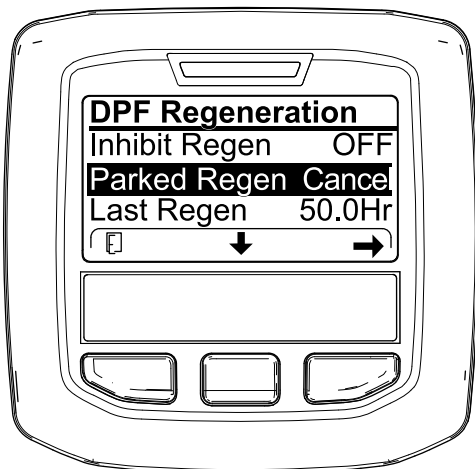
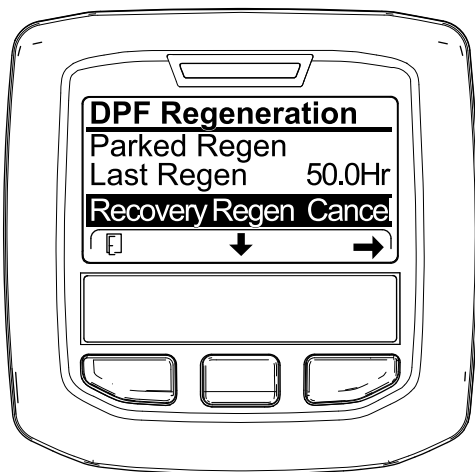

Figura 64
Figura 65
1. Aceda ao menu Regeneração do DPF (Figura 64).
2. Prima o botão central para ir até à opção CANCELAR REGENERAÇÃO EM ESTACIONAMENTO (Figura 64) ou CANCELAR REGENERAÇÃO DE RECUPERAÇÃO (Figura 65).
3. Pressione o botão direito para seleccionar a entrada Cancelar regeneração (Figura 64 ou Figura 65).